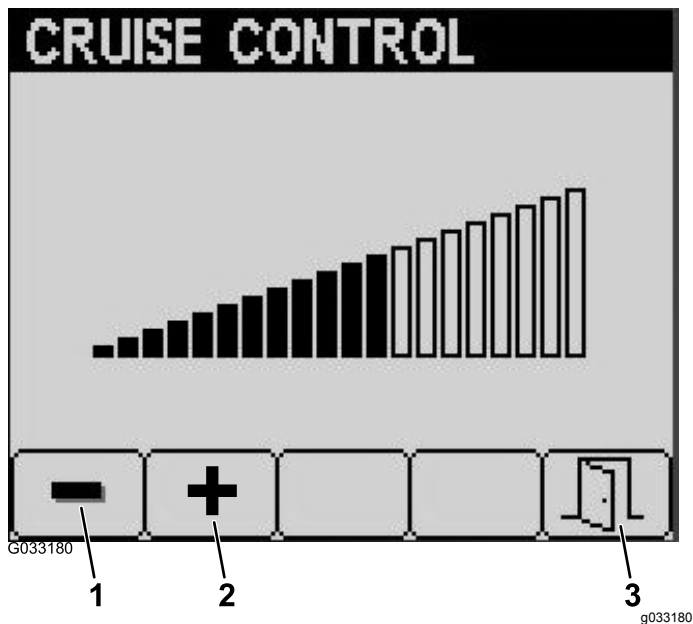

Figura 29
4. A partir do ecrã de velocidade de cruzeiro, prima o botão 1 para diminuir a velocidade de cruzeiro ou o botão 2 para aumentar a velocidade de cruzeiro (Figura 29).
5. Quando tiver definido a velocidade de cruzeiro pretendida, prima o botão 5 para sair (Figura 29).